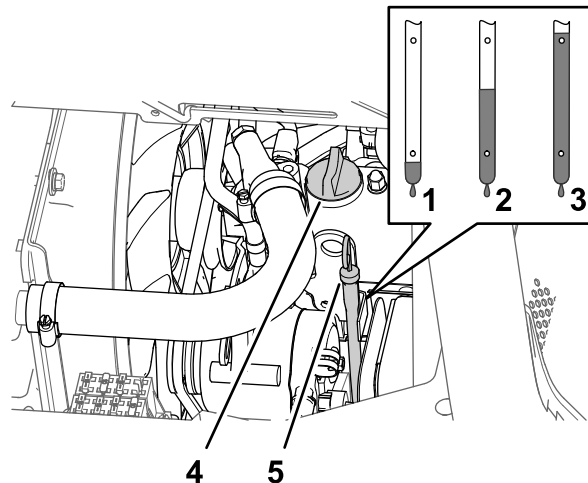

Figure 68
5. Retirez le bouchon de remplissage d'huile du goulot de remplissage sur le couvre-culasse (**Figure 68**) et versez avec précaution environ 80 % de la quantité d'huile spécifiée dans le goulot de remplissage.
6. Sortez la jauge et vérifiez le niveau d'huile dans le carter moteur (**Figure 68**).
7. Faites l'appoint d'huile spécifiée avec précaution pour faire monter le niveau jusqu'au repère maximum sur la jauge (**Figure 68**).
8. Remettez le bouchon de remplissage d'huile dans le goulot de remplissage et la jauge dans son tube (Figure 68).